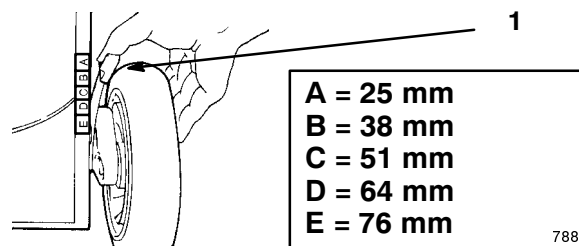

Figure 14
1. Pour changer la hauteur de coupe, tirez le levier de réglage de hauteur vers la roue et sélectionnez la position souhaitée (Fig. 14).